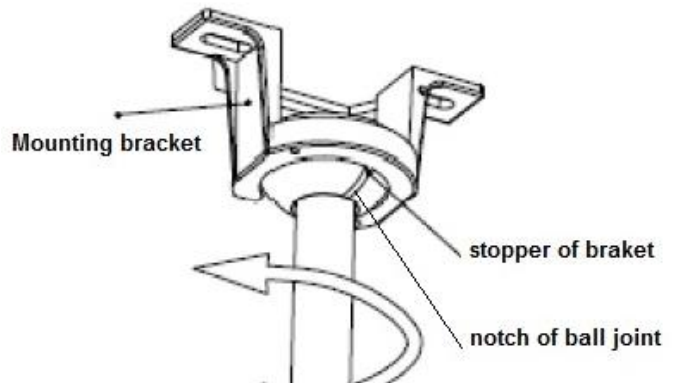

Figura 5
- Asegúrese que la muesca de la rótula está colocada sobre la pieza de cierre de la abrazadera de montaje para evitar que el ventilador gire cuando está en funcionamiento. Figura 5